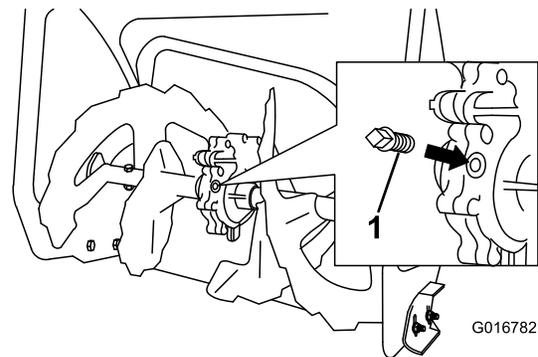

Bild 30
2. Reinigen Sie den Bereich um den Rohrverschluss (Bild 30).